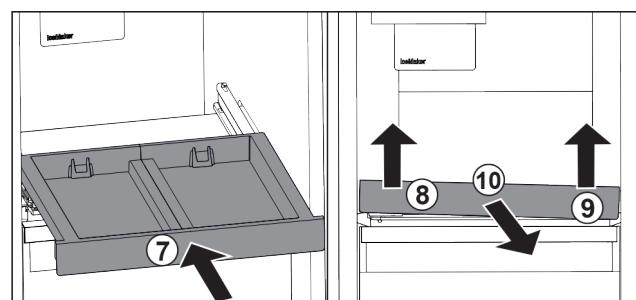

Fig. 106
- Inserați raftul extractibil. Fig. 106 (7)
- Ridicați raftul extractibil din față stânga. Fig. 106 (8)
- Ridicați raftul extractibil din față dreapta. Fig. 106 (9)
- Extrageți raftul extractibil spre înainte. Fig. 106 (10)